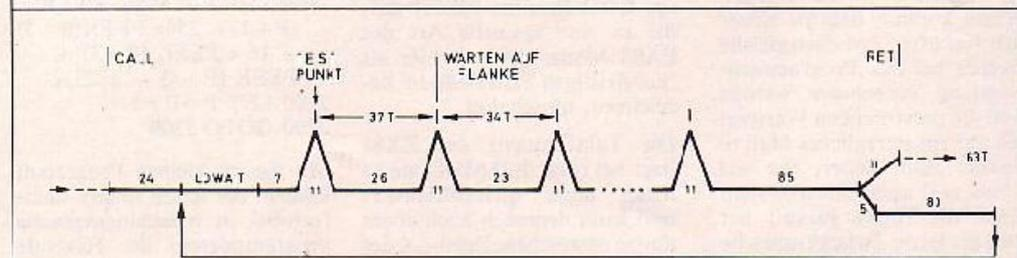

Bild 2. Timing für LDBYTE: 261T + LDWAIT für der Prüfzeitraum
Bild 2 gibt das Timing-Diagramm der Laderoutine LDBYTE wieder. Die Testzeit für SuperTape ist am günstigsten für:
In LDBYTE müssen Sie über ein Port die Signalabfrage durchführen können. Falls auch ihr Rechner, ähnlich wie der ZX81, nicht über eine Warmstartmöglichkeit verfügt, sollten Sie hier auch eine BREAK-Abfrage einbeziehen. Der OUT-Befehl in Zeile 335 kann entfallen, woraufhin allerdings auch der WAIT-Befehl in Zeile 328 verschwindet. muß und XOR A in XOR (HL) zu verwenden ist. Mit Hilfe eines Assembler-Handbuches können Sie dann ein Timing-Diagramm ähnlich wie Bild 2 erstellen und die notwendigen Verzögerungen für LDWAIT bestimmen.